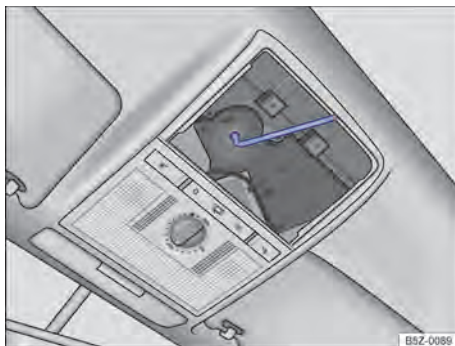

Fig. 158 Parafuso sextavado para fechamento do teto solar.
- Encaixar uma chave sextavada comum de tamanho de 4 mm no parafuso sextavado ⇒ Fig. 158.